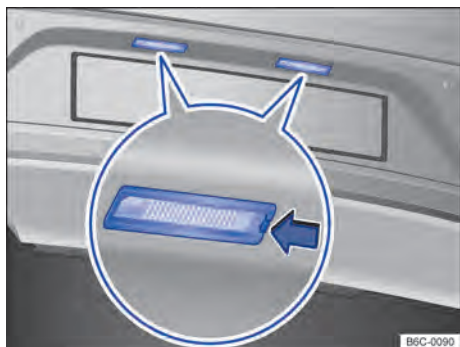

Fig. 169 En el parachoques trasero: luz de la placa de licencia.
- ① Observar la lista de control y ejecutar las acciones → pág. 209.
- ② Con la ayuda de un destornillador, presionar la traba → fig. 169 (flecha) para desmontar el conjunto.